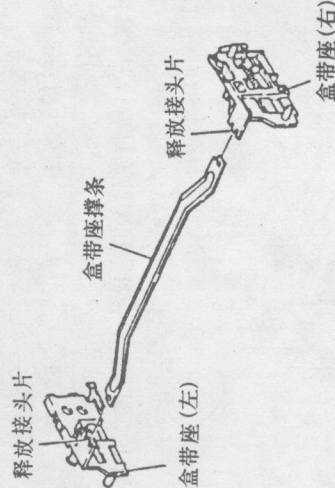

图58
步骤: ①释放左右两个盒带座的两个接头片,如图58所示;
②分离左右两个盒带座。